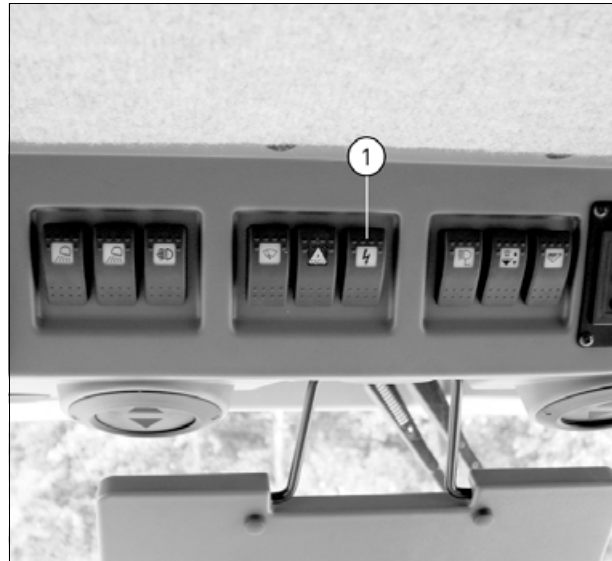

Рис. 3.
В машине доступны 5 внешних соединителей 12 В, которые могут использоваться для подключения рабочей лампы. Переключатель данных соединителей (1) расположен в кабине рис. 3.